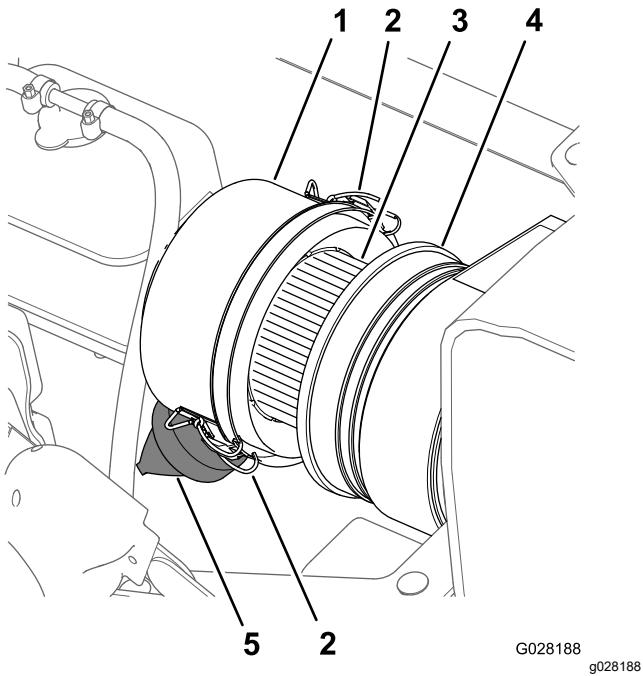
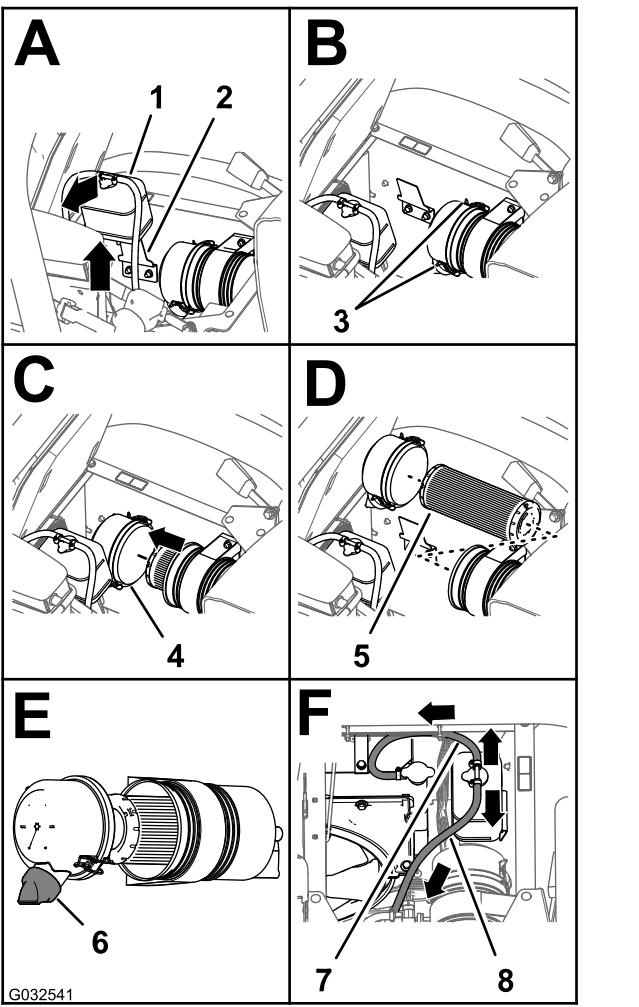

Figure 73
Figure 74
3. Nettoyez le capuchon antipoussière et le boîtier du filtre à air (Figure 73).
4. Recherchez sur le boîtier du filtre à air des dommages susceptibles d'occasionner des fuites d'air (Figure 73).
5. Pressez la valve à poussière pour éliminer les saletés, la poussière et les débris (Figure 73).
7. Vérifiez que l'élément du filtre à air ne présente pas de dépôts excessifs de poussière, saleté ou débris (Figure 73).
8. Reposez le capuchon antipoussière sur le boîtier du filtre à air et fixez-le en place avec les 2 attaches (Figure 73).
2. Nettoyez le capuchon antipoussière et le boîtier du filtre à air (Figure 73).
3. Soulevez le réservoir de trop-plein de liquide de refroidissement pour le déposer de son support (Figure 74).
4. Desserrez les 2 attaches qui fixent le capuchon antipoussière sur le boîtier du filtre à air (Figure 74).
6. Nettoyez l'intérieur du capuchon antipoussière, du boîtier du filtre à air et de la valve à poussière avec un chiffon humide (Figure 73 et Figure 74).
7. Insérez l'élément filtrant dans le boîtier du filtre à air (Figure 74).
8. Reposez le couvercle sur le boîtier du filtre à air et fixez-le en place avec les 2 attaches (Figure 74).
Remarque: Vérifiez que la valve à poussière est bien alignée entre les positions 5 et 7 heures vu de l'extrémité (Figure 74).
9. Placez le réservoir de trop-plein du liquide de refroidissement en face de son support et fixez solidement le réservoir (Figure 74).
Important: Vérifiez que le flexible de décharge de pression est dirigé vers l'avant et le bas et que le flexible d'évent du réservoir est dirigé vers l'arrière, comme montré à la Figure 74.